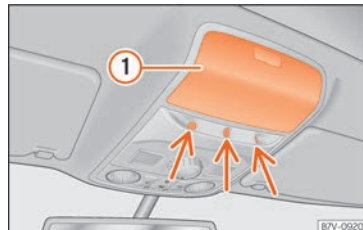

Abb. 93 In der Dachkonsole: Sensoren der Innenraumüberwachung.
- Ablagefach » Abb. 93 ① in der Dachkonsole schließen, da sonst die Funktion der Innenraumüberwachung (Pfeile) nicht uneingeschränkt gewährleistet ist.